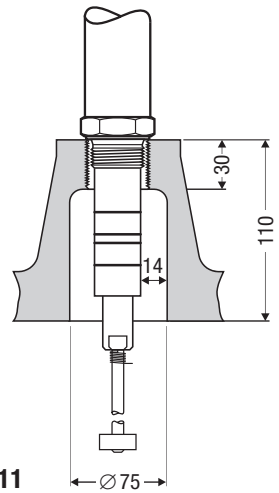
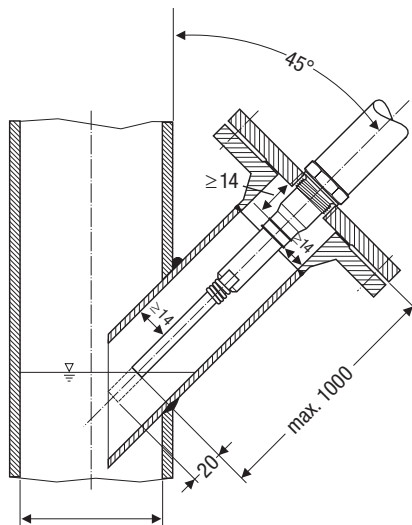

Fig. 11
Fig. 17
- Verificare che tra il corpo sonda e le parti metalliche (flangia, parete caldaia) vi sia una distanza minima di 14 mm, **Fig. 11, Fig. 17**.
- Se la sonda di livello **NRG 111-11** deve essere installata su tronchetto flangiato DN 50 utilizzare esclusivamente flange a cappello GESTRA. **Fig. 11**.
- Quando si utilizza la sonda **NRG 111-11** considerare i valori limite di ph (10) e della conducibilità massima ammissibile (100 µS/cm a 25°C).
- L'angolo d'inclinazione della sonda può essere come massimo 45°, mentre la lunghezza dell'elettrodo non deve essere superiore a 1000 mm. **Fig. 17**